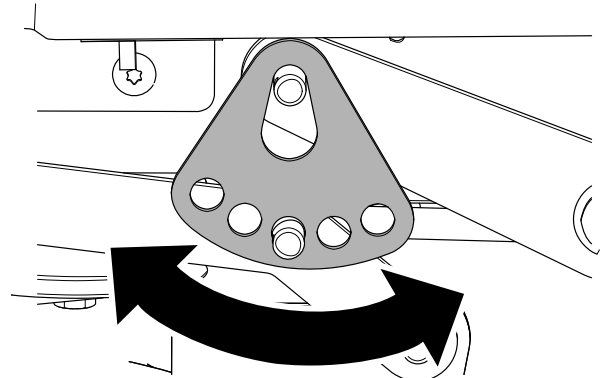

Bild 71
7. Drehen Sie die Schnitthöhenplatte in ein anderes Loch, so dass sie das Gewicht des Mähwerks nach der Montage der Platte trägt (Bild 71).
8. Montieren Sie die Unterlegscheibe und den Splint (Bild 71).